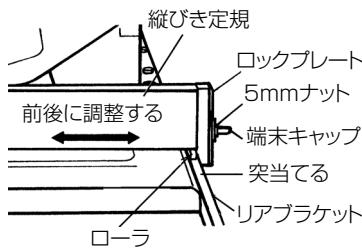

図 35
⑤ 縦びき定規をのこ刃に密着させ、のこ刃と平行にします。
⑥ 図 35 のように、ローラがテーブルに接触しないように、縦びき定規を前後に動かして、ローラがテーブルにさわらず、正しくリヤブラケットの上に乗るようにします。
縦びき定規と、のこ刃の平行を調整するため、5 mm ナット(図 35 参照)をゆるめたとき、またロックレバーを下に倒しても後側の固定部が動きやすいときは、5 mm ナットの締付けを調整して、縦びき定規が確実に固定できるようにしてください。
④ 5 mm ナット(図 35 参照)を右にまわして、ロックプレートをリアブラケットに突当てます。
⑤ 突当ててから、さらに 1 ~ 2 回転右にまわして、固定力を確認します。
⑥ 端末キャップを押し込みます。(図 35)